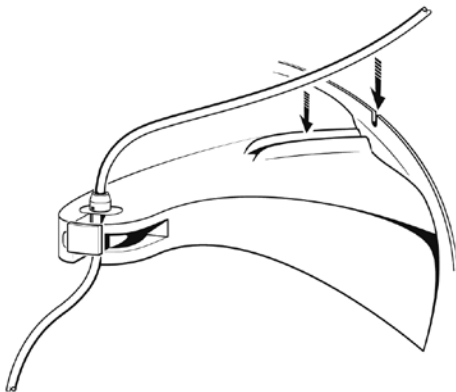

Abbildung 5. Den Schlauch in die Einkerbung auf der Zentrifugenkante setzen.
8. Den Schlauch nach unten in die Rille am Stützarm drücken und dann in die Einkerbung auf der Zentrifugenkante setzen (siehe Abbildung 5).